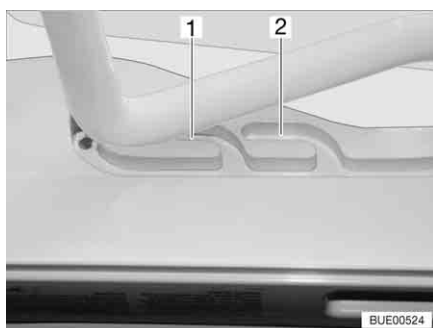
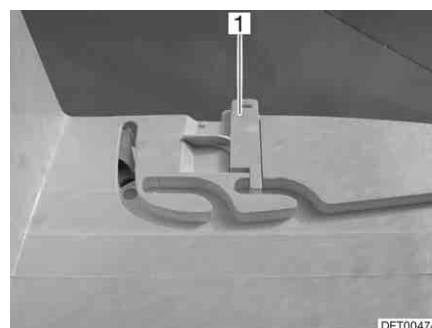

Fig. 113 Oblò Heki in posizione di ricircolo d'aria
Fig. 114 Bloccaggio della posizione di ricircolo d'aria
È possibile portare l'oblò Heki in due posizioni di ricircolo d'aria: Posizione brutto tempo (Fig. 113,1) e posizione centrale (Fig. 113,2). A seconda del modello, l'oblò può essere bloccato sulla posizione centrale del suo telaio con i due chiavistelli (Fig. 114,1) di sinistra e destra.
- Premere la staffa leggermente verso l'alto, spingerla nella guida selezionata (Fig. 113,1 o 2) ed eventualmente bloccarla.